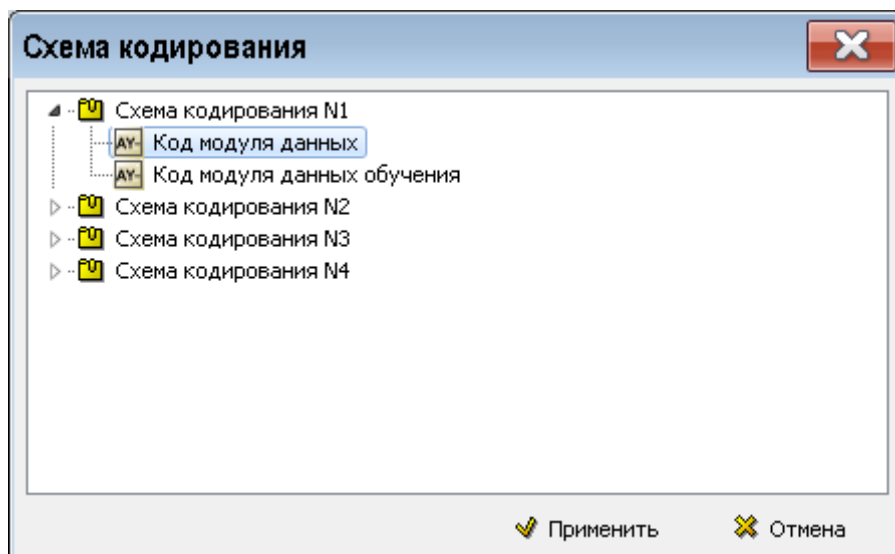

Рис. 3.95
4. Установите флаг у параметра **Использовать кодирование** и загрузите схему кодирования «Код модуля данных» (Рис. 3.95).